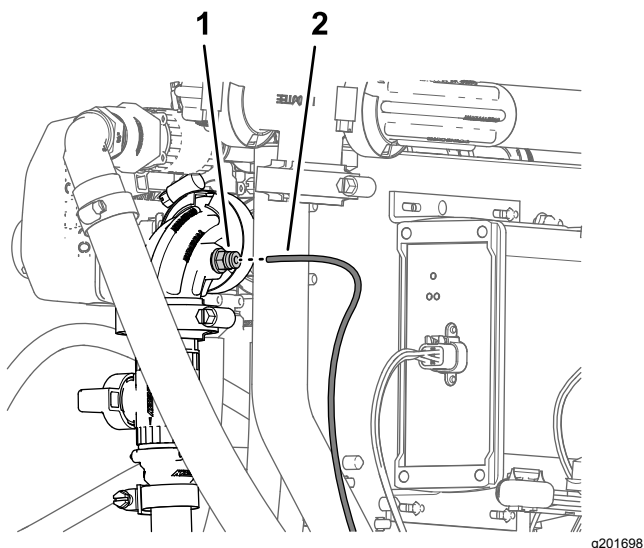

Figura 138
5. Allineate l'estremità del tubo di rilevamento della pressione (in plastica) per il manometro del cruscotto con il collare di bloccaggio per l'accoppiatore del tubo del raccordo a 90° della valvola di intercettazione dell'asta di irrorazione manuale o il kit avvolgitubo elettrico (Figura 138).
6. Inserite il tubo di rilevamento nel collare di sicurezza fino a quando non è completamente in sede (Figura 138).